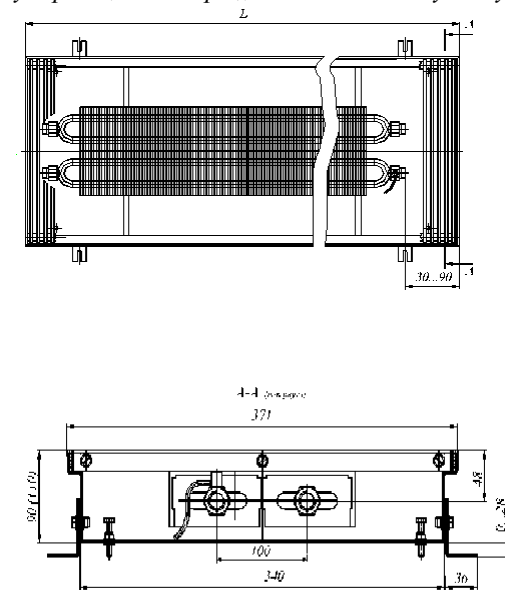

Рис. 2 Конвектор КРКДП 37.09(11).060...300 проходной
- 5.2 Конвектор монтируется в пол, для этого необходимо установить корпус конвектора в заранее подготовленный канал в полу и выровнять его по уровню чистого пола, с помощью упорных болтов 4 закрепив опорами 5 (см. Рис.2).